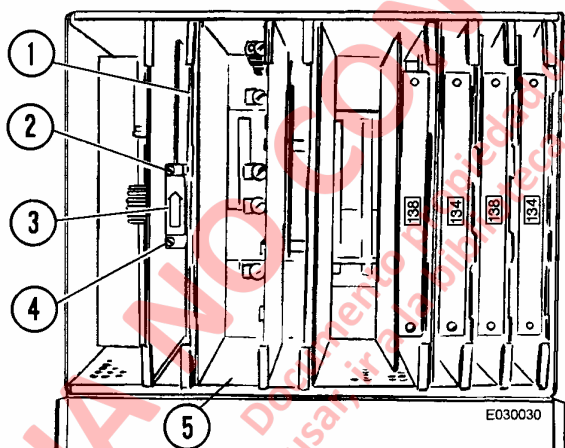

FIGURA 3-2 UBICACION DE LA BATERIA
13. Conecte un VOM a través de los tornillos que aseguran la placa verde en el borde de la tarjeta CPU PSC en el panel ICP. Conecte el conductor positivo al tornillo superior (2, Figura 3-2) y el conductor negativo al tornillo inferior (4).
14. Conecte un VOM a través de los tornillos que aseguran la placa verde en el borde de la tarjeta CPU PSC en el panel TCI. Conecte el conductor positivo al tornillo superior (2) y el conductor negativo al tornillo inferior (4).